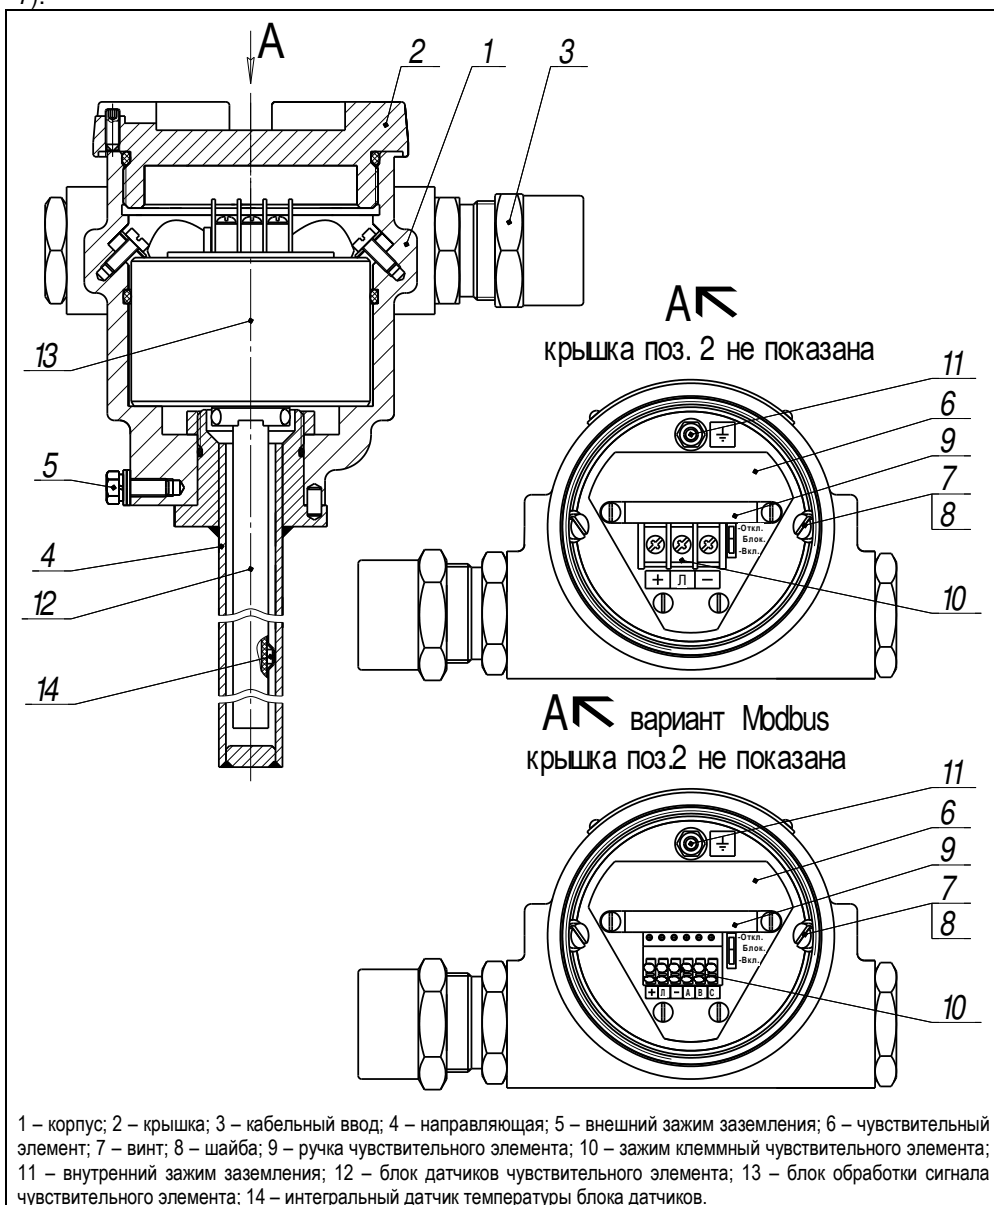

Рисунок 8
1.5.1 Корпус 1 преобразователя с крышкой 2, кабельными вводами 3 и направляющей 4 образуют взрывонепроницаемую оболочку преобразователя (см. рисунок 8). На направляющей устанавливаются устройство крепления, защитная оболочка (при наличии), поплавок и ограничители хода поплавков (см. рисунки 1, 5 – 7).
Оболочка на корпусе имеет наружный зажим заземления 5 (см. рисунок 8).